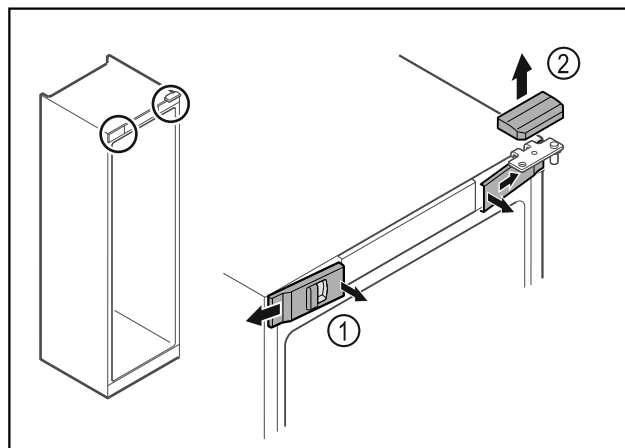

Fig. 7*
- ▶ Trekk de innvendige deklene foran Fig. 7 (1) ut av stilling, og ta dem av sidelengs.*
- ▶ Trekk det øvre dekselet Fig. 7 (2) opp og av.*